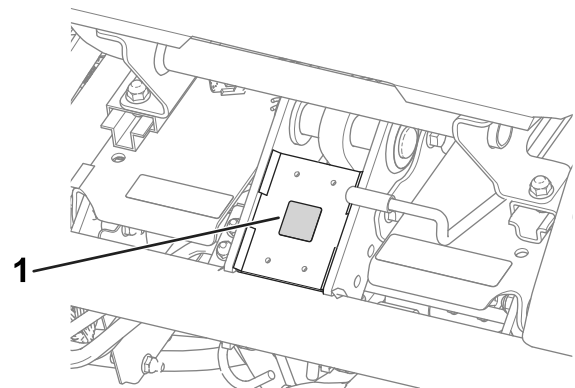

図 9
- CE マークステッカーを、運転席前下のフレーム部分に貼りつける **図 9**。